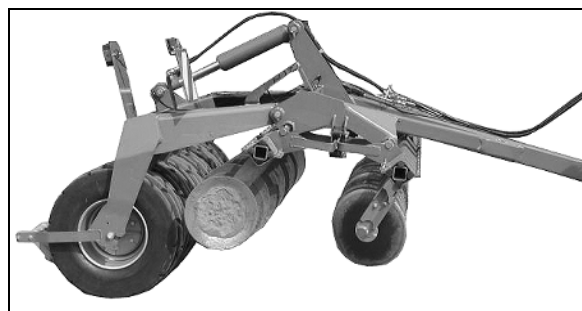

Fig. 26
- Løft begge tallerkenrækker helt op (Fig. 26).